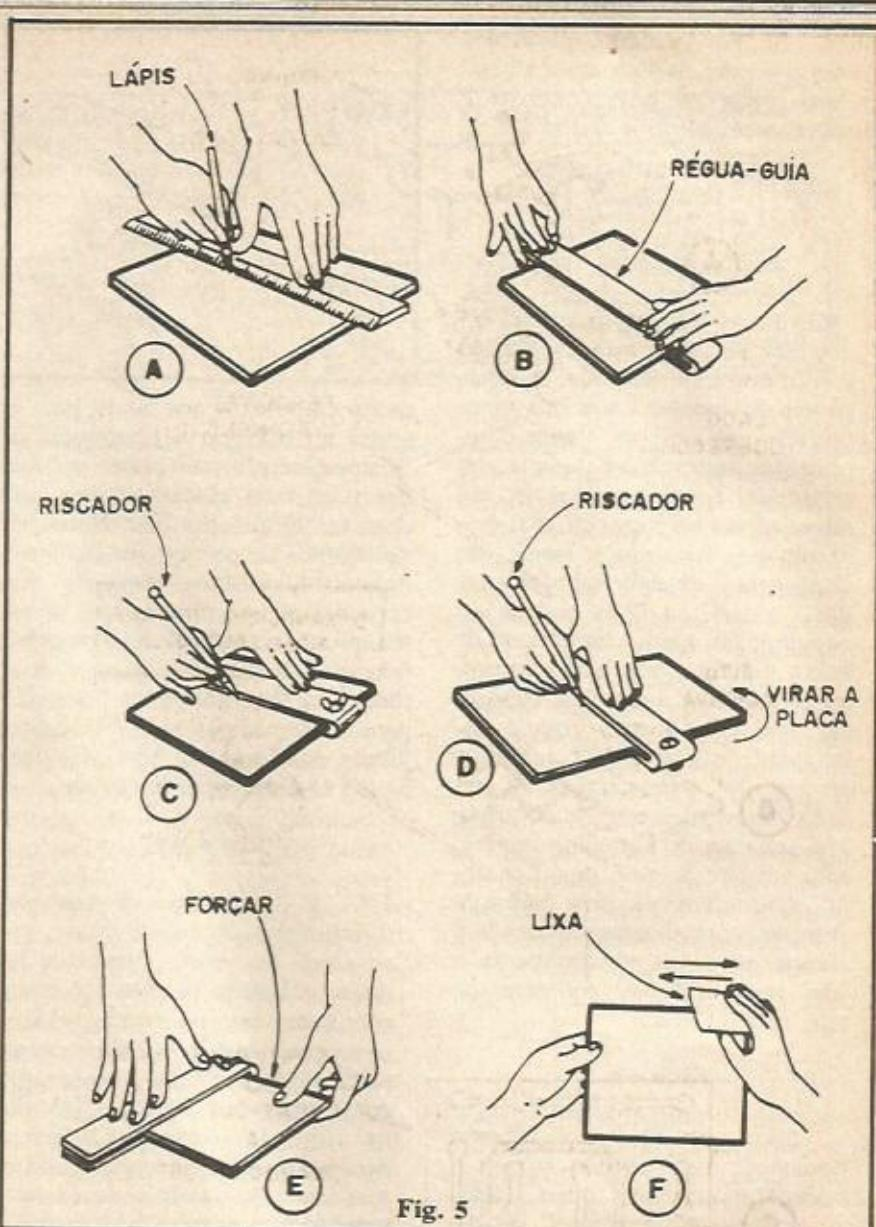

Fig. 5
- FIG. 5-A - Antes de efetuar o corte, obviamente as dimensões requeridas devem ser marcadas sobre a placa, usando para isso uma régua comum, e lápis (o grafite "pega" bem, tanto sobre a face de fenolite, quanto sobre a face cobreada).
- FIG. 5-B - A RÉGUA-GUIA, dupla deve então ser presa à placa, referenciando sua posição pelos riscos a lápis previamente feitos (fig. 5-A). A placa fica entre os dois "braços" da RÉGUA-GUIA e apertando-se a borboleta de fixação, imobiliza-se rigidamente a placa no meio do "sanduíche".
- FIG. 5-C - Usando o riscador de ponta de aço (fig. 4), 3 ou 4 passadas, bem firmes, devem ser feitas, usando a RÉGUA-GUIA, obviamente, como guia...
- FIG. 5-D - Sem remover a RÉGUA-GUIA da sua posição previamente fixada, a placa deve ser virada, repetindo-se a operação de riscagem (3 ou 4 passadas, bem firmes), pelo outro lado.
- FIG. 5-E - Apoiando firmemente o conjunto (placa/RÉGUA-GUIA) junto à borda de uma mesa, basta forçar a placa que ela se partirá "seguindo" o nosso risco previamente feito com o marcador de ponta de aço.
- FIG. 5-F - Separado o pedaço da